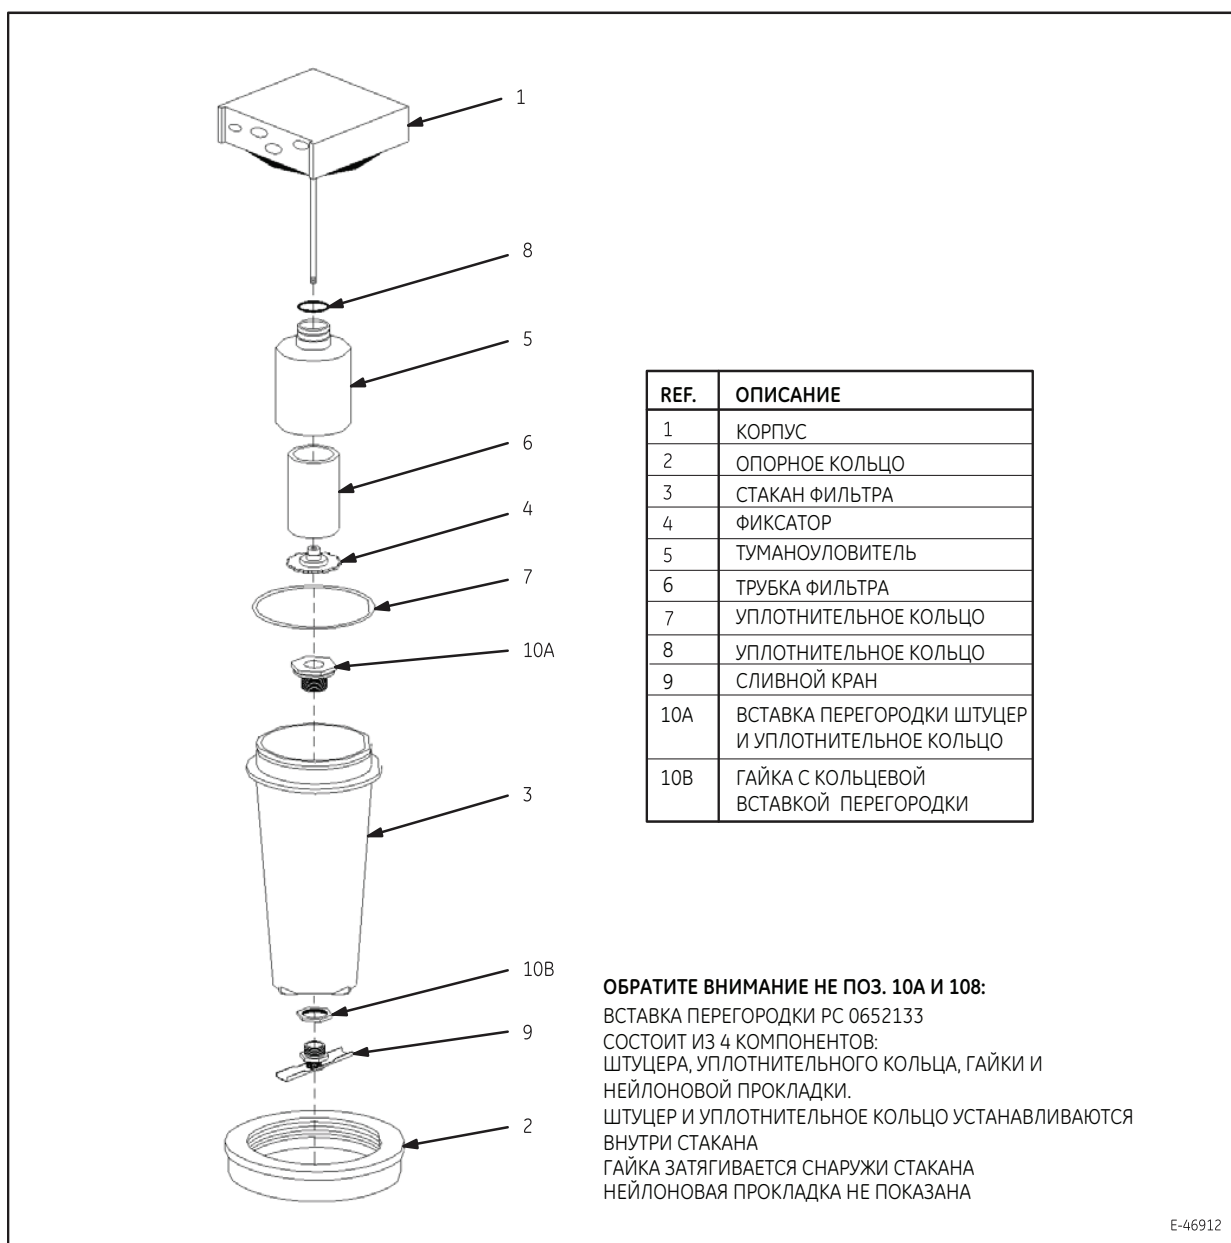

Рис. 9. Узел фильтра главного резервуара.
**ПРИМЕЧАНИЕ.** Числа в скобках указывают на позиции на Рис. 9.
3. Снимите опорное кольцо фильтра (2), которое крепит стакан фильтра (3) на корпусе (1).
4. Снимите стакан фильтра (3) с корпуса (1).
5. Снимите фиксатор (4) с корпуса (1) и утилизируйте.
6. Снимите и утилизируйте фильтр (6), туманоуловитель (5) и уплотнения (7 и 8).
8. Установите новое уплотнение (8) в канавку нового туманоуловителя (5).
9. Установите туманоуловитель (5) в корпус (1).
10. Установите новый фильтр (6) в туманоуловитель (5) и закрепите его с помощью нового фиксатора (4).